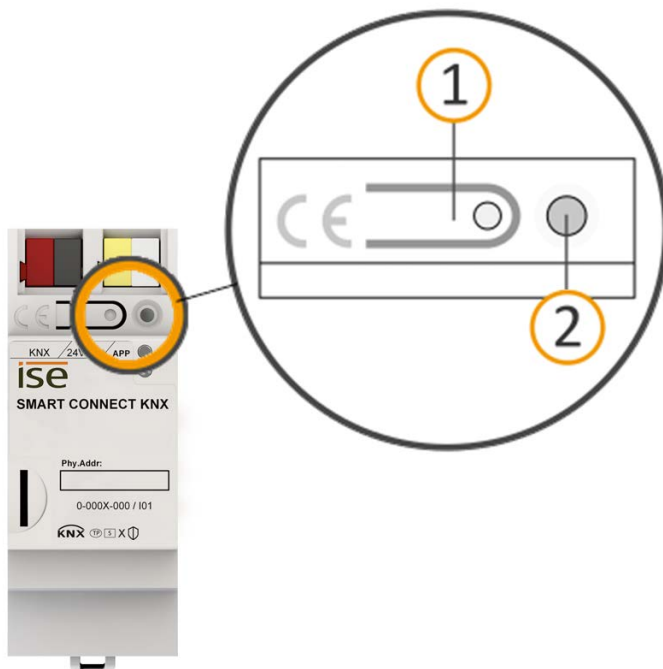

Abbildung 23: Programmierung
1. Drücken Sie kurz die Programmier­taste (siehe Abbildung 23, Pos. 1). Die Programmier-LED (siehe Abbildung 23, Pos. 2) leuchtet rot.
1. Drücken Sie die Programmier­taste (siehe Abbildung 23, Pos. 1) und halten Sie diese weiter gedrückt, während Sie die Spannungsanschlussklemme aufstecken.